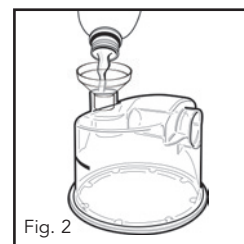

Fig. 2
- c. Remplir la chambre d'humidification avec de l'eau jusqu'au trait noir (Fig. 2).